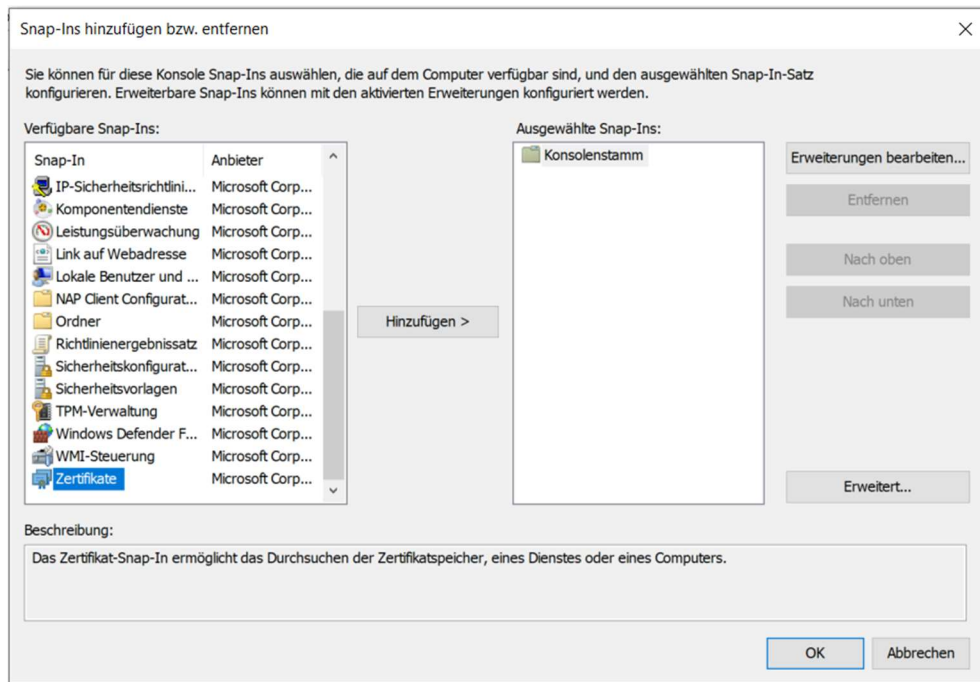

Bild 5.2: Snap-Ins hinzufügen [3]
- In dem folgenden Fenster (Bild 5.2) wird dann *Zertifikate* ausgewählt und dann unter der Rubrik *Ausgewählte Snap-Ins:* hinzugefügt.